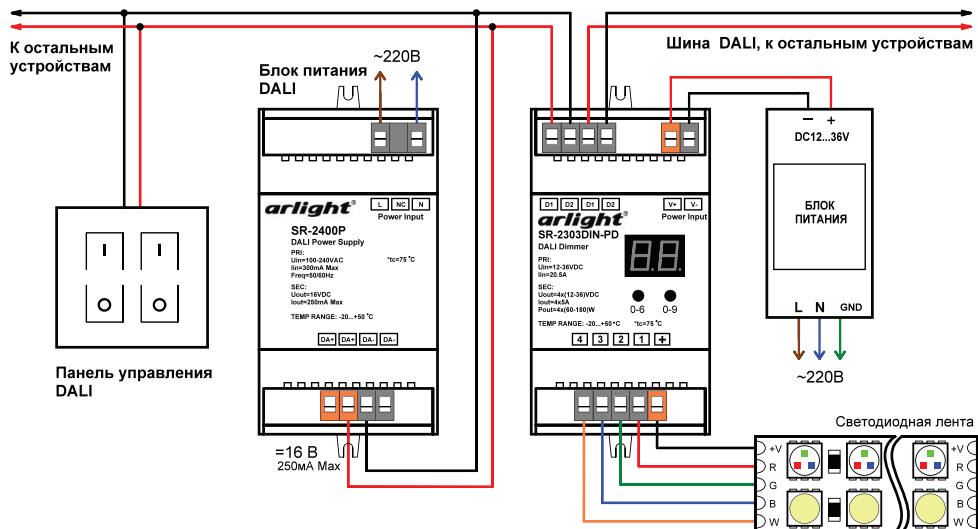

Рис.1. Схема подключения диммера.
- 3.3. Подключите светодиодную ленту или другой совместимый светодиодный источник света к выходу диммера, соблюдая полярность и порядок подключения проводов (Рис.1).